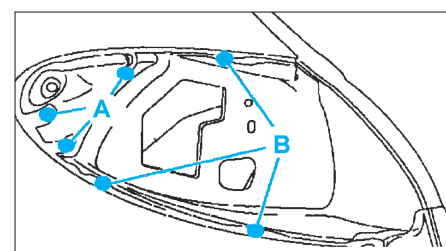

FIG. 123
- par points électriques suivant (A) (avec l'équipement AB1) (Fig.123),